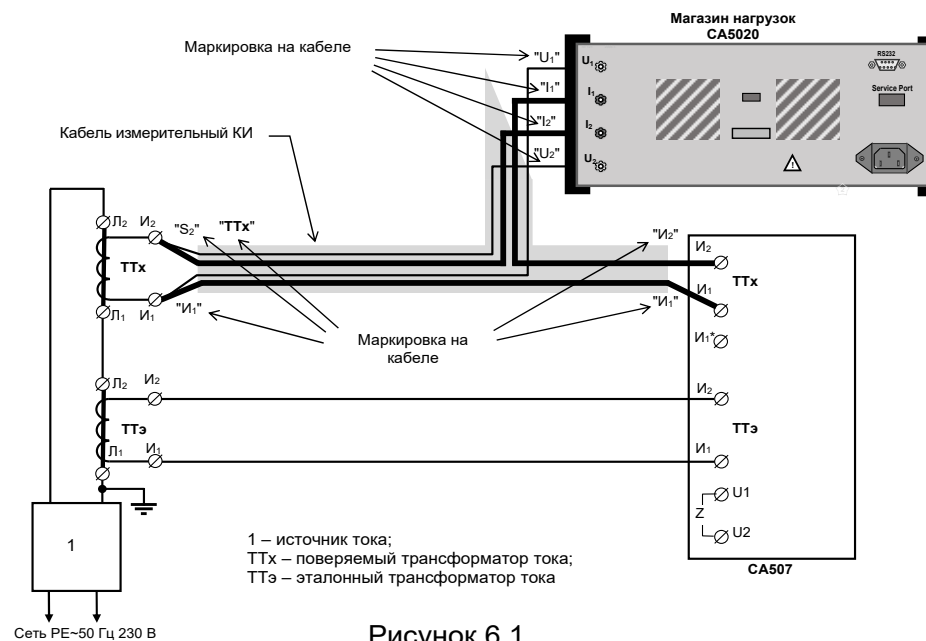

Рисунок 6.1
6.7 Регулятором источника тока 1 (рис. 6.1) установить требуемое значение вторичного тока, например, 100 % номинального, контролируя его по показаниям Компаратора или по состоянию строки на экране Магазина (поз. 7 рисунок 5.3).